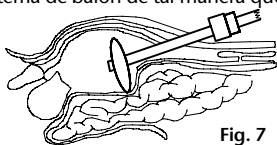

Fig. 7
- Sistema de balón estructural:** coloque el sistema de balón de tal manera que la llave y la marca negra del tubo del sistema de balón apunten hacia arriba, es decir, en dirección contraria a la pared abdominal. Solo de esta manera se garantiza que el balón estructural esté correctamente colocado, asegurando el soporte mecánico del espacio de trabajo peritoneal. Una vez colocado el instrumental, conecte la bomba de inflado de balón con la conexión transparente a la llave de plástico abierta en el conector de plástico del tubo de guía. Seguidamente, se infla cuidadosamente el balón a través de la bomba de inflado de balón con ayuda de la llave de inflado que apunta hacia arriba. Para inflar el sistema de balón estructural de PAJUNK®, se acciona la bomba de balón, dependiendo de las condiciones anatómicas y, si es necesario, bajo supervisión con el endoscopio, un máximo de 3 - 4 veces. El inflado del balón provoca una disección progresiva y un anclaje en el espacio extraperitoneal. (Fig. 7)
Sistema de balón con anclaje anular: una vez colocado el instrumental, conecte la jeringa de llenado llena de aire (consulte la correspondiente jeringa de llenado en la tabla anterior) en la llave de plástico/válvula antirretorno del conector de plástico del tubo de guía. A continuación, llene de aire cuidadosamente el balón con anclaje anular presionando hacia abajo el émbolo (consulte el volumen de llenado máx. en la tabla anterior). Una vez concluido el proceso de llenado, cierre la llave de plástico del conector de plástico (si lo hubiera) del tubo de guía y extraiga la jeringa de llenado de la llave de plástico/válvula antirretorno con el émbolo de la jeringa presionado. El llenado del balón provoca un inflado progresivo del anclaje anular (fig. 7).